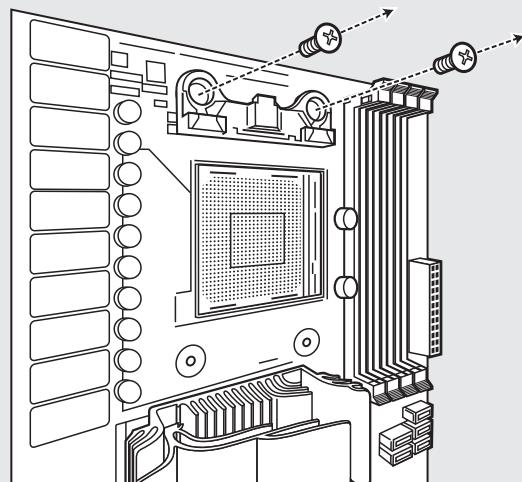

figure 1
- Удалите стандартный монтажный кронштейн AMD для верхнего крепления. (Рис. 1)